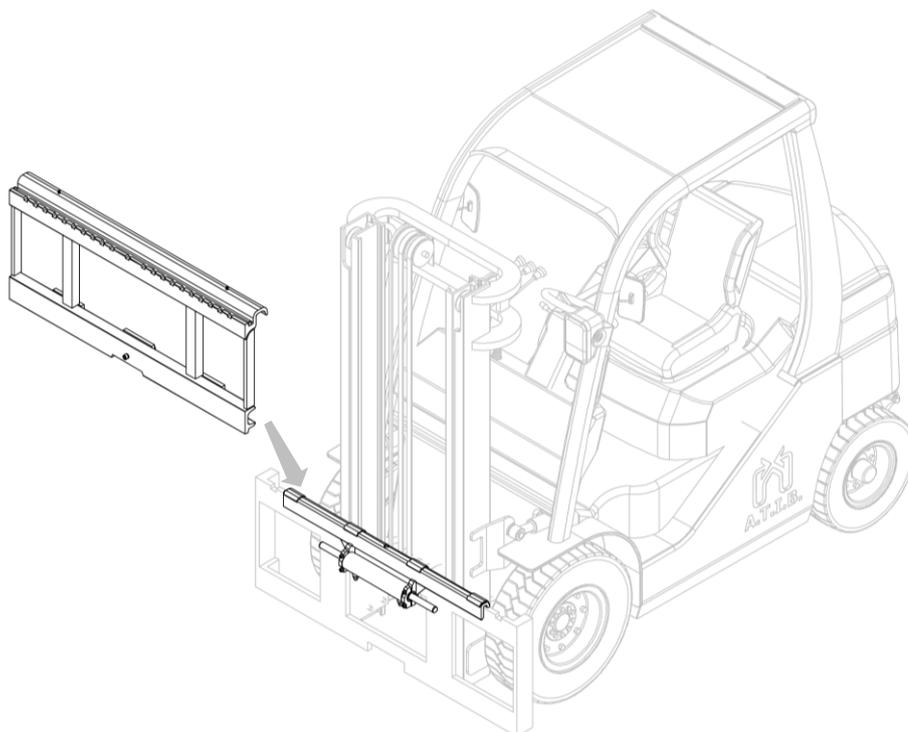

Figure 9
7. Accrocher l'équipement à l'aide d'un pont roulant ou d'un palan d'une portée suffisante et le placer sur le double crochet, en veillant à le positionner correctement (*Figure 9*).